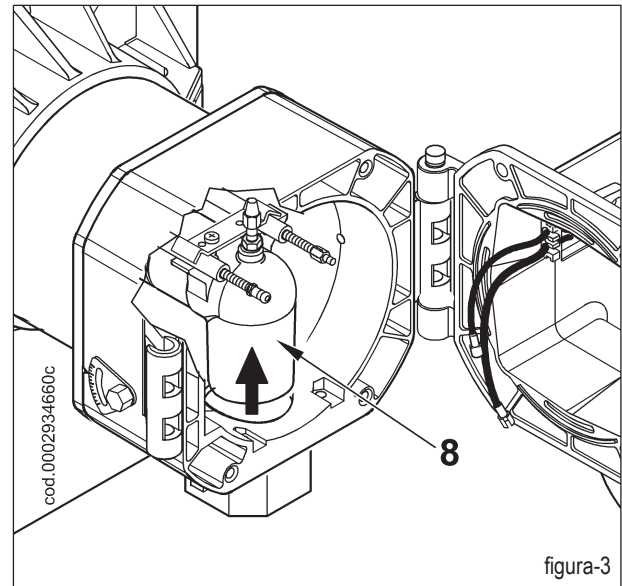
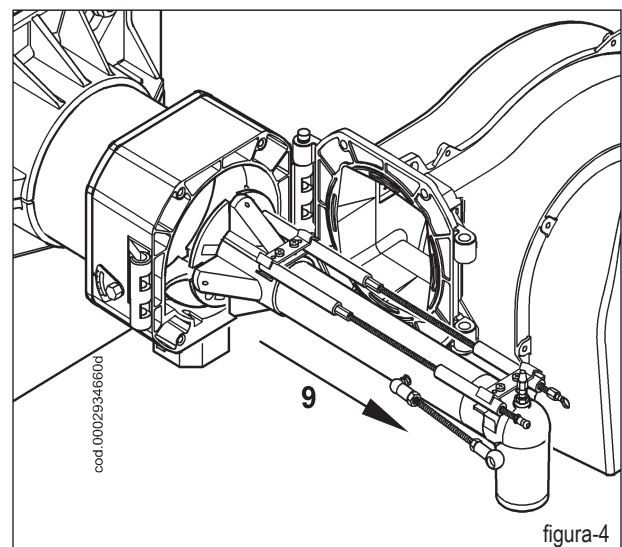

figura-3
figura-4
Dopo aver sfilato i cavi di accensione e ionizzazione (3) dai terminali dei rispettivi elettrodi, svitare completamente il dado (4) e avvitare la vite (5), facendola avanzare all'interno del raccordo mandata gas (8) di figura 3 per un tratto sufficiente a garantire il successivo smontaggio del gruppo miscelazione.
Sollevarne leggermente il raccordo mandata gas (8) (figura 3). e sfilare l'intero gruppo miscelazione nella direzione indicata dalla freccia (9) di figura 4. Completate le operazioni di manutenzione, procedere con il rimontaggio della testa di combustione, seguendo a ritroso il percorso sopra descritto, dopo aver verificato la corretta posizione degli elettrodi di accensione e di ionizzazione (vedi scheda 0002934690).